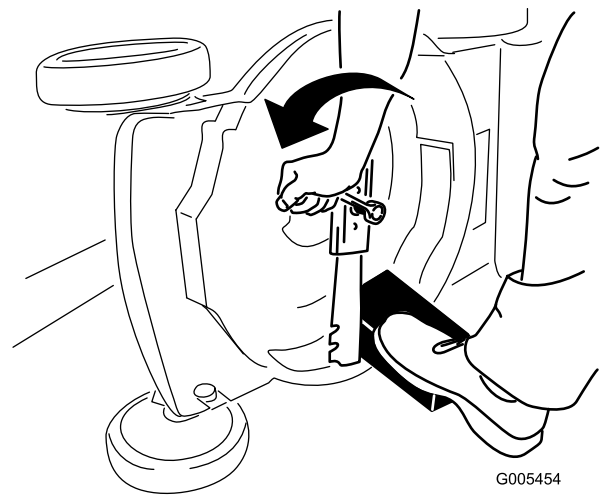

Figura 52
3. Utilice un bloque de madera para inmovilizar la cuchilla (Figura 52).
4. Retire la cuchilla, conservando todos los herrajes de montaje (Figura 52).